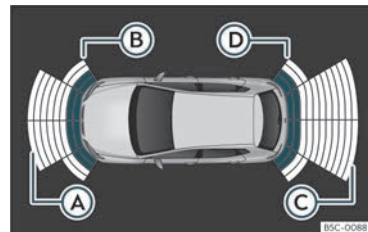

Fig. 183 Affichage de l'aide au stationnement à l'écran du système d'infodivertissement.
Les pare-chocs possèdent des capteurs intégrés. Quand ils détectent un obstacle, ils l'indiquent par des signaux sonores et dans le système d'infodivertissement»» **fig. 183**.
En cas de défaut sur l'un des capteurs arrière, seuls les obstacles présents dans les zones (A) et (B) >>> **fig. 183** s'afficheront. En cas de défaut sur l'un des capteurs avant, seuls les obstacles présents dans les zones (C) et (D) s'afficheront. Le symbole Δ s'affiche.